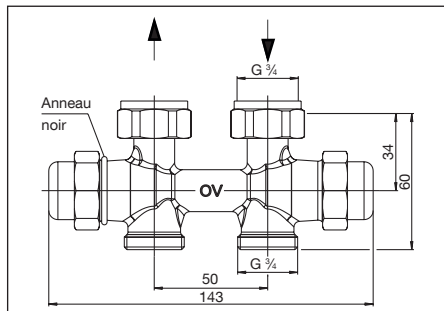
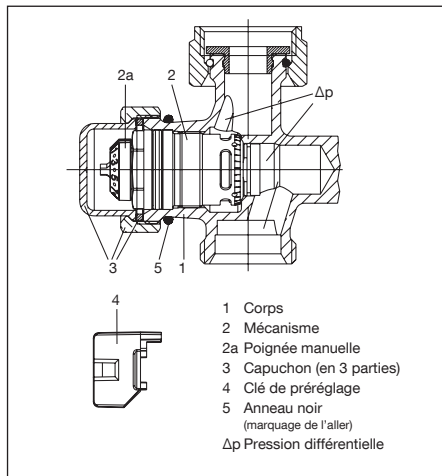
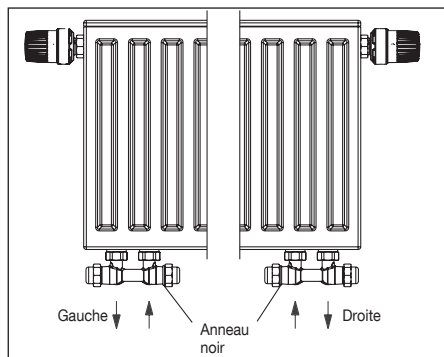

Fig. 3 Modèle droit
Fig. 5 Conception du régulateur de débit
Fig. 6 Affectation des raccordements du modèle équerre pour raccordement à gauche ou à droite
Le débit maximal peut être réglé à l'aide de la clé de préréglage (pos. 4, fig. 5) (voir paragraphe 6.2.1).
Avec l'appareil de mesure raccordé, la pression différentielle disponible au corps de robinet est mesurée. Pour ce faire, dévisser le capuchon (pos. 3, fig. 5). Démontez ensuite le mécanisme (pos. 2, fig. 5) à l'aide du «Demo-Bloc» et effectuez une mesure avec la tige pour mesurer la pression différentielle. Dès que la pression différentielle mesurée atteint un niveau supérieur ou égal à la pression différentielle $\Delta p_{\min}$ (voir 4.1), elle est assez élevée pour permettre la régulation automatique du débit par le raccord.
Il est impératif de respecter la position de l'aller et du retour pour garantir que le fluide circule dans le bon sens (voir fig. 3, 4 et 6). L'aller doit être raccordé au côté du régulateur de débit marqué d'un anneau noir (pos. 5, fig. 5). Le modèle équerre est disponible pour raccordement à gauche et à droite (affectation des raccordements voir fig. 6).
2. Dévisser le mécanisme «QA» (pos. 2, fig. 5) et le mécanisme d'arrêt «Combi LR» à l'opposé à l'aide d'une clé de 19 mm.
4. Démonter l'anneau noir (pos. 5, fig. 5) pour le marquage du raccordement pour l'aller et le monter sur le côté opposé du raccord (mécanisme «QA»).
Lors du montage, veiller à la pose parallèle et sans contraintes de la tuyauterie. Il est impératif de respecter la position de l'aller et du retour pour garantir que le fluide circule dans le bon sens. L'aller doit être raccordé au côté du raccord marqué d'un anneau noir (pos. 5, fig. 5).
Démonter le capuchon sur le côté aller (marqué d'un anneau noir, pos. 5, fig. 5).
Procéder au préréglage selon la valeur souhaitée à l'aide de la clé de préréglage (pos. 4, fig. 5). Le préréglage ne peut être effectué qu'à l'aide de la clé de préréglage fournie qui est montée sur la poignée manuelle (pos. 2a, fig. 5). Cela évite tout risque de déréglage de la valeur réglée par des personnes non autorisées.
1. Démonter le capuchon sur le côté aller (marqué d'un anneau noir, pos. 5, fig. 5).
Dévisser le mécanisme (pos. 2, fig. 5) du corps (pos. 1, fig. 5) à l'aide de l'outil spécial «Demo-Bloc» sans vidanger l'installation.